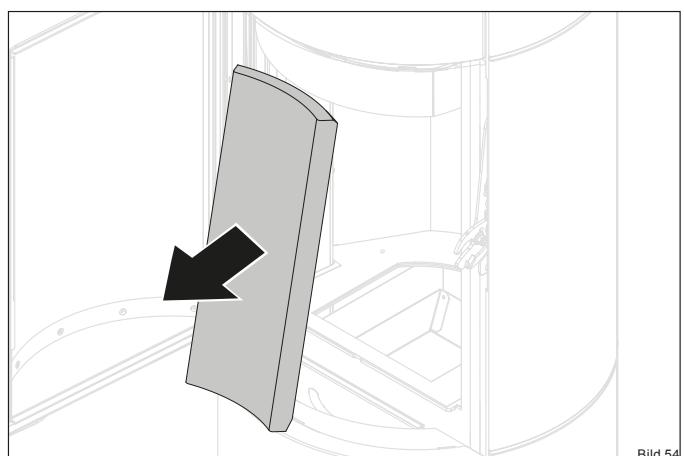

Bild 54
- Entnehmen Sie den hinteren Thermostein (Bild 54).